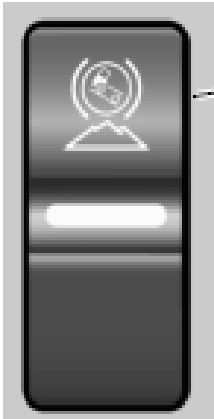

Abb. 2-194 Entwässerungsventil Druckluftbehälter
- (3) Entwässerungsventile (Abb. 2-194/1) betätigen.